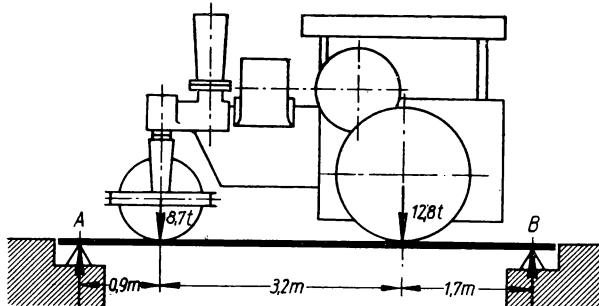

Bild 149
- 283.** Eine Dampfwalze mit den Achsdrücken 12,8 und 8,7 t (Bild 149) nimmt die gezeichnete Stellung auf einer Brücke ein. Welche Belastungen übt sie durch ihr Gewicht auf die Auflager A und B der Brücke aus?